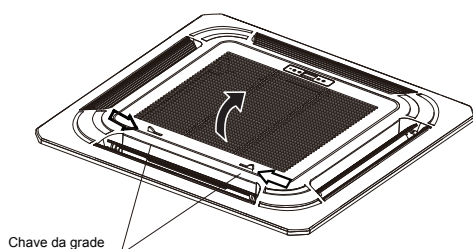

Figura 3.12
1. Pressione as duas travas da grelha ao mesmo tempo para suspê-la (figura 3.12).